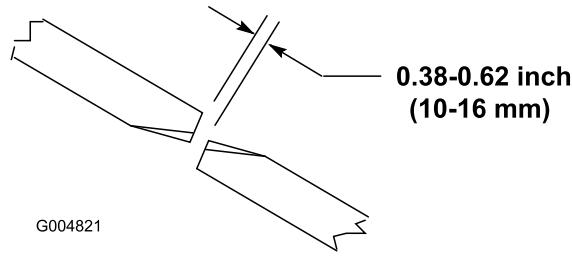

Figura 25
Para asegurar la correcta operación de la unidad de corte, debe haber una holgura de 10-16 mm entre los extremos de las cuchillas de la unidad de corte central y las unidades de corte laterales (Figura 25).
2. Gire una cuchilla de la unidad de corte central y una cuchilla de la unidad lateral de manera que las puntas estén alineadas. Mida la distancia entre las puntas de las cuchillas, que debe ser de aproximadamente 10-16 mm (Figura 25).